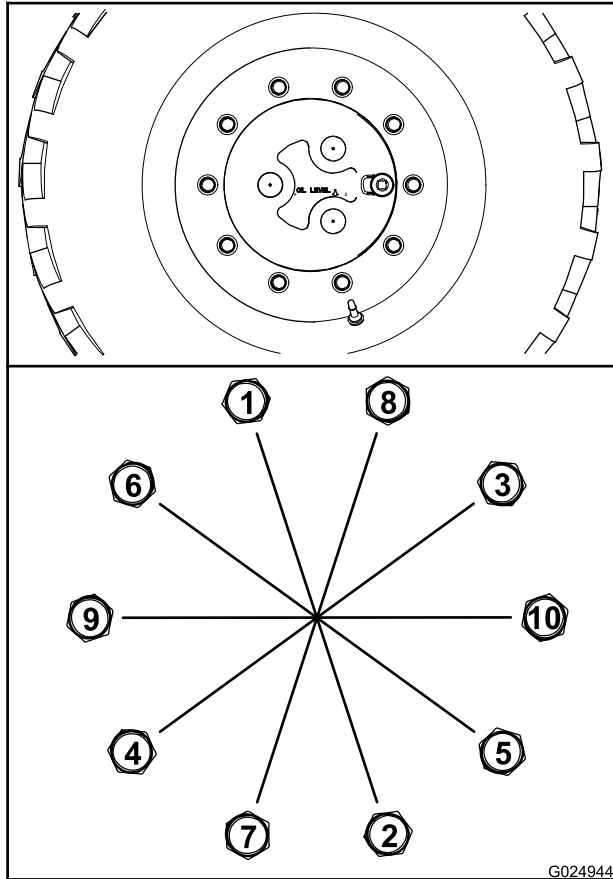

Figure 88
- A. Serrez tous les écrous de roue à 100 N·m (75 pi-lb) dans l'ordre indiqué à la Figure 88.
- B. Serrez tous les écrous à 200 N·m (150 pi-lb) dans l'ordre indiqué à la Figure 88.
- C. Serrez tous les écrous à 300 N·m (225 pi-lb) dans l'ordre indiqué à la Figure 88.